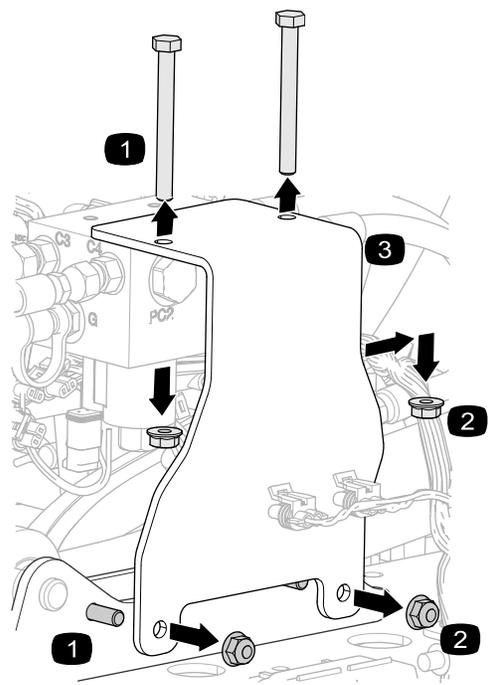

図 11
1. 取り付けブラケットを昇降シリンダ用マニホルドと取り付けプレートに固定しているボルトとナットを外す 図 11。